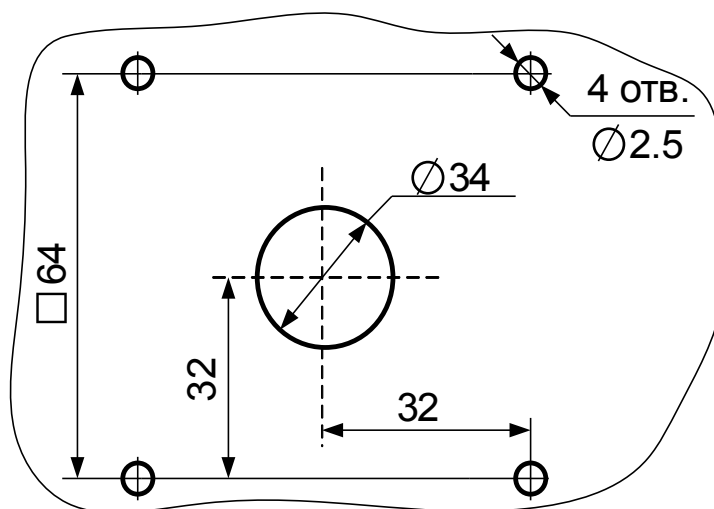

Рис. 4. Чертеж разметки на баке для сверления отверстий для установки датчика.
6.3.1 Датчик монтируется на баке, в котором предварительно сверлят 5 отверстий: одно отверстие $\text{Ø} 34$ мм для прохода чувствительного элемента датчика (рабочей части датчика) в бак и 4 отверстия $\text{Ø} 2.5$ мм для крепления датчика на баке. Чертеж разметки на баке для сверления отверстий приведен на рис. 4. Для разметки рекомендуется использовать шаблон для сверления отверстий, входящий в комплект монтажных частей.